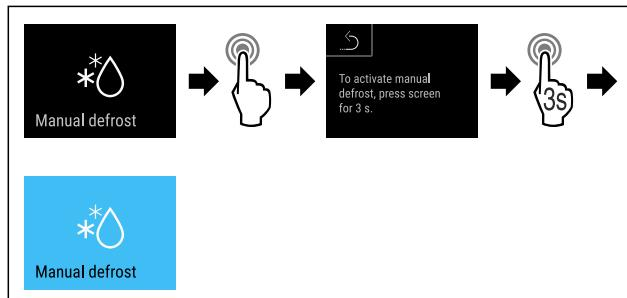

Fig. 132
- Seguir los pasos de procedimiento (consulte Fig. 132) .